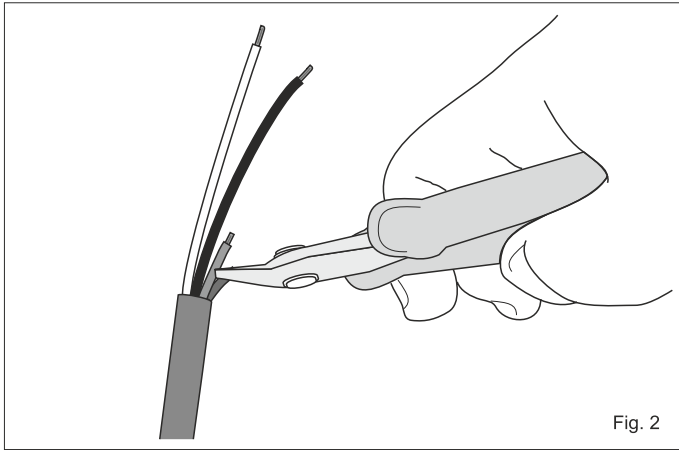

Fig. 2
**N.B.:** Si raccomanda di tagliare ed isolare i terminali che non verranno utilizzati (vedi fig. 2).
**N.B.:** Take care to cut and insulate the ends that will not be used (see Fig. 2).
**Remarque:** il est recommandé d'enlever et d'isoler les bornes qui ne sont pas utilisés (voir fig. 2).
**Beachte:** Es wird empfohlen, die nicht zum Einsatz kommenden Endstücke abzuschneiden und zu isolieren (siehe Abb. 2).